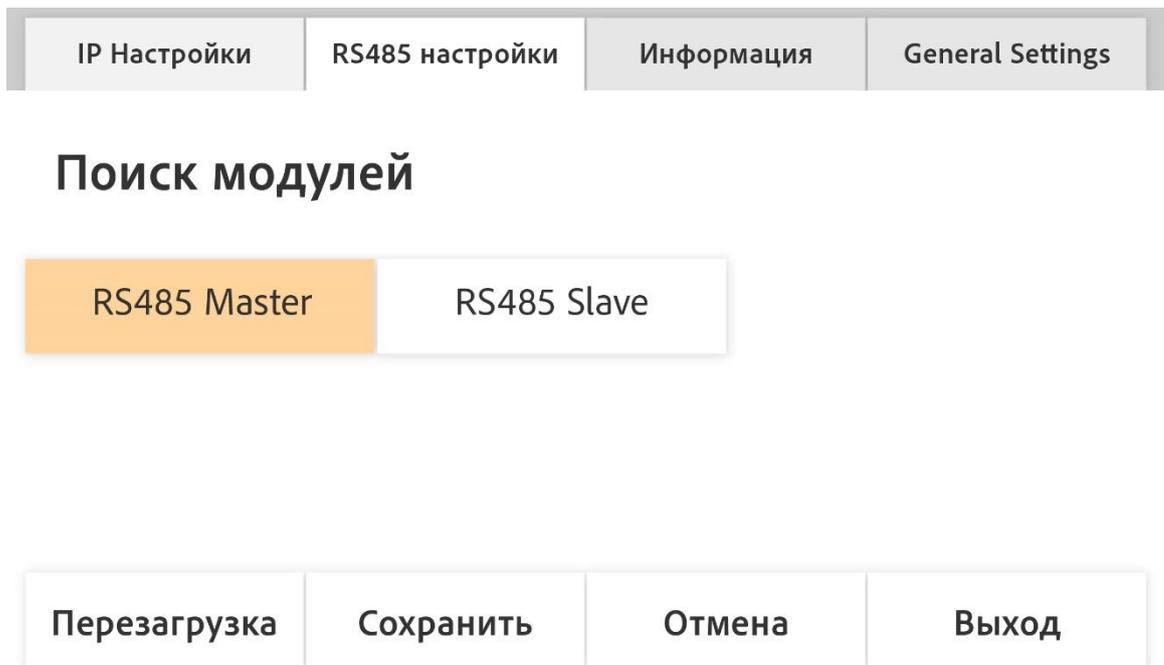

Рисунок 5. Режим «RS485 Master».
7. Если пульт подключен по Ethernet, выберите режим «RS485 Master», см. Рисунок 5. После изменения любого параметра, нажмите «Сохранить».